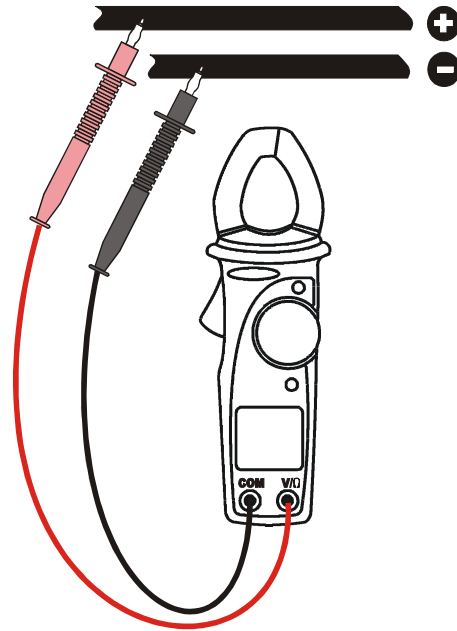

Fig. 5: Utilisation de la pince pour mesures de tension DC
2. Insérer les câbles de test dans les prises : la fiche rouge dans la prise V/ Ω , et la fiche noire dans la prise COM comme indiqué en Fig. 5.